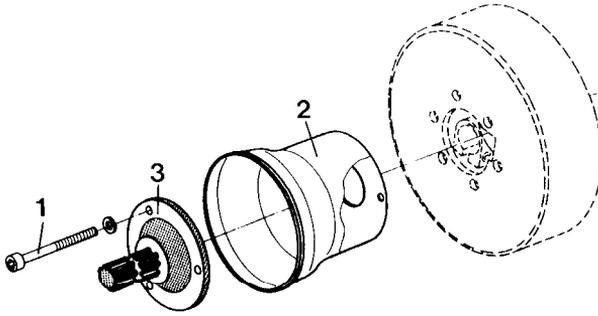

Fig. 56
- 3 Skt.-Schrauben (Fig. 56/1) demontieren und gegen Skt.-Schrauben M 10x90, DIN 931-10.9, austauschen.
- Mit den längeren Skt.-Schrauben sind Schutztopf (Fig. 56/2) und Flanschzapfen (Fig. 56/3) an der Schwungscheibe der Rüttelegge festzuschrauben.